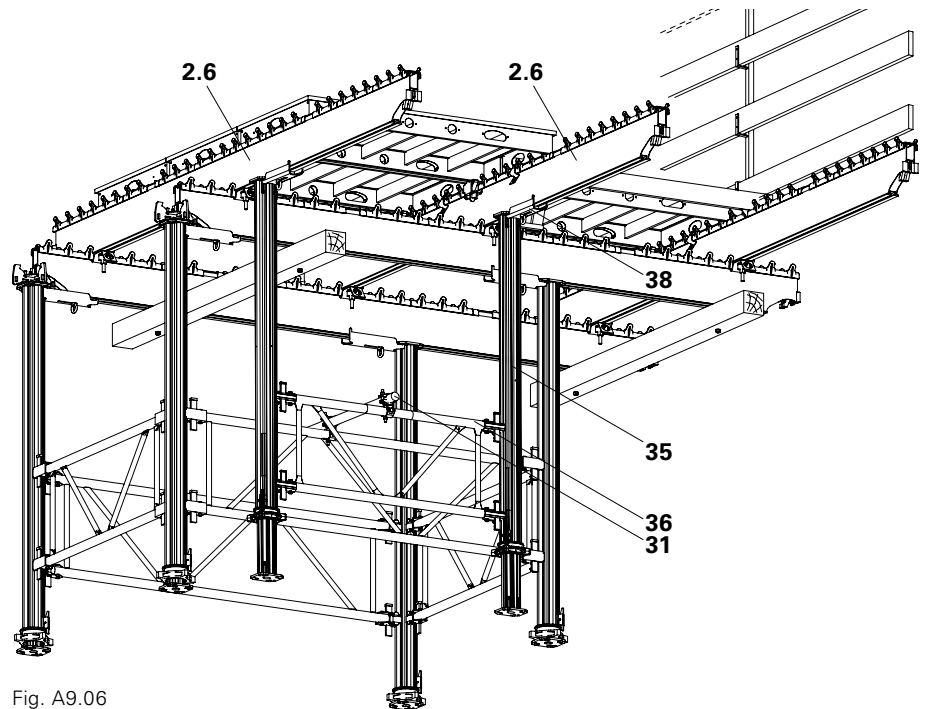

Fig. A9.06
2. Fixer 2 étais MULTIPROP MP (35) distant de 1.50 m de l'extrémité de la poutrelle en porte-à-faux à l'aide du Dispositif de Liaison STV (38).
3. Fixer les étais MULTIPROP MP avec un cadre MULTIPROP MRK 150 (36).
4. Connecter les cadres MRK 150 au cadres MRK 225 (36.1) avec un tube acier L = 2.25 m (31) et 3 fixations de tube. (Fig. A9.06)